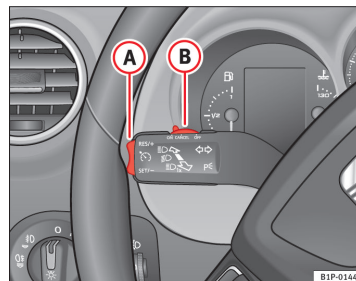

Fig. 131 Blink- og fjernlysarm: kontakt og vippeknap til fartpilot
- Skub kontakten ⇒ Fig. 131 (B) mod venstre i stilling **ON**.